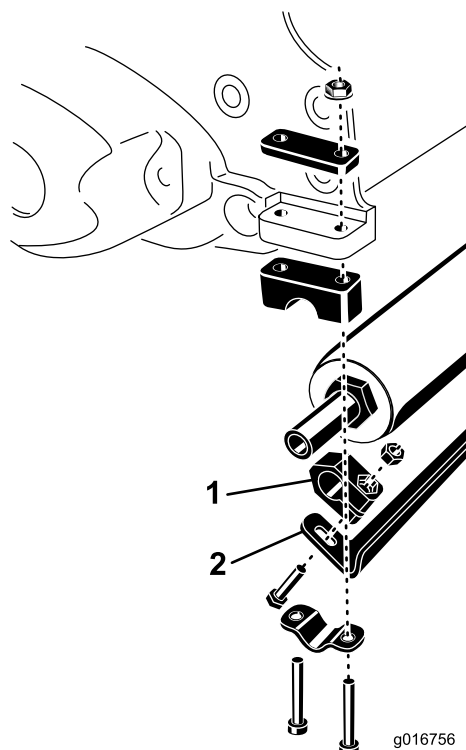

Figura 2
3. Instale provisionalmente el rascador del rodillo en cada extremo del rodillo con una abrazadera, un tornillo de caperuza y una tuerca. Posicione los componentes según se muestra en Figura 2.
4. Instale provisionalmente el rodillo en la unidad de corte con los tornillos de caperuza, las abrazaderas y las tuercas que retiró anteriormente (Figura 2).
5. Centre el rodillo en la unidad de corte y apriete los tornillos de caperuza y las tuercas de la abrazadera del rodillo (Figura 2).